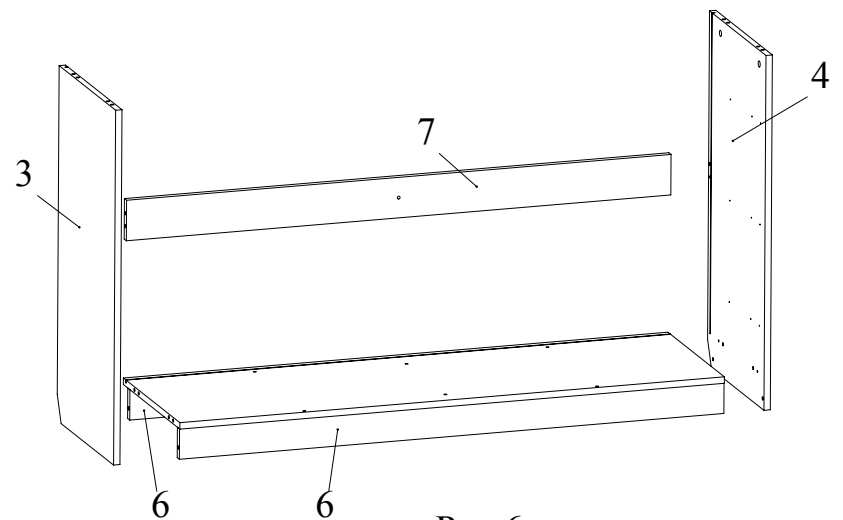

Рис.6
- Установить боковину 3 на дно 2, царгу 7 и зафиксировать, повернув конфирматным ключом головки минификсов по часовой стрелке до упора (Рис. 6).
- Установить боковину 4 на дно 2, царгу 7 и зафиксировать, повернув конфирматным ключом головки минификсов по часовой стрелке до упора (Рис. 6).